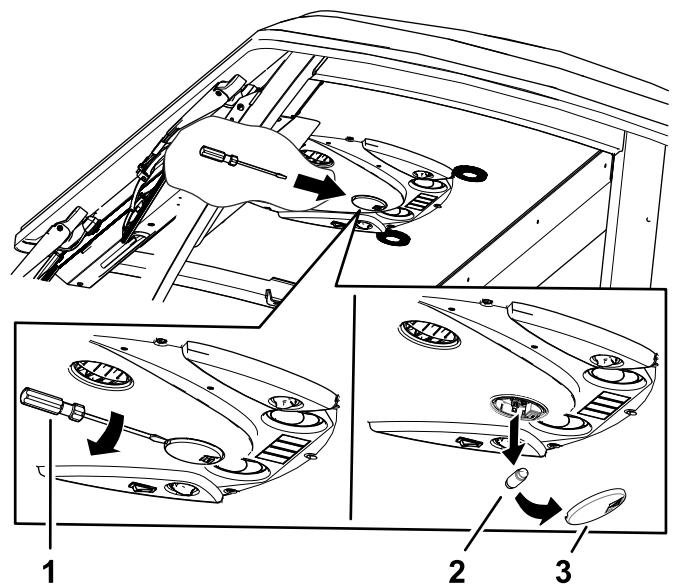

Figure 90
1. Avec un tournevis, enlevez le verre du panneau de commande (Figure 90).
2. Retirez l'ampoule du culot (Figure 90).